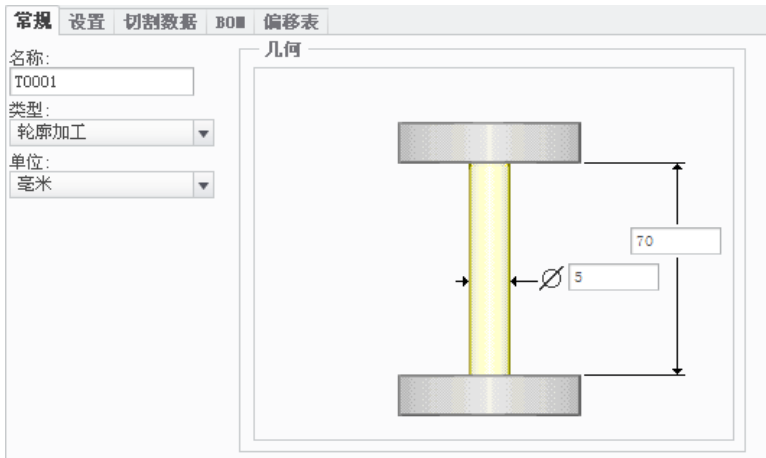

图 6.3.7 “刀具设定”对话框
Step3. 在“刀具设定”对话框 **常规** 选项卡中设置图 6.3.7 所示的刀具参数, 依次单击 **应用** 和 **确定** 按钮, 完成刀具的设定。此时系统弹出编辑序列参数“轮廓加工线切割”对话框。